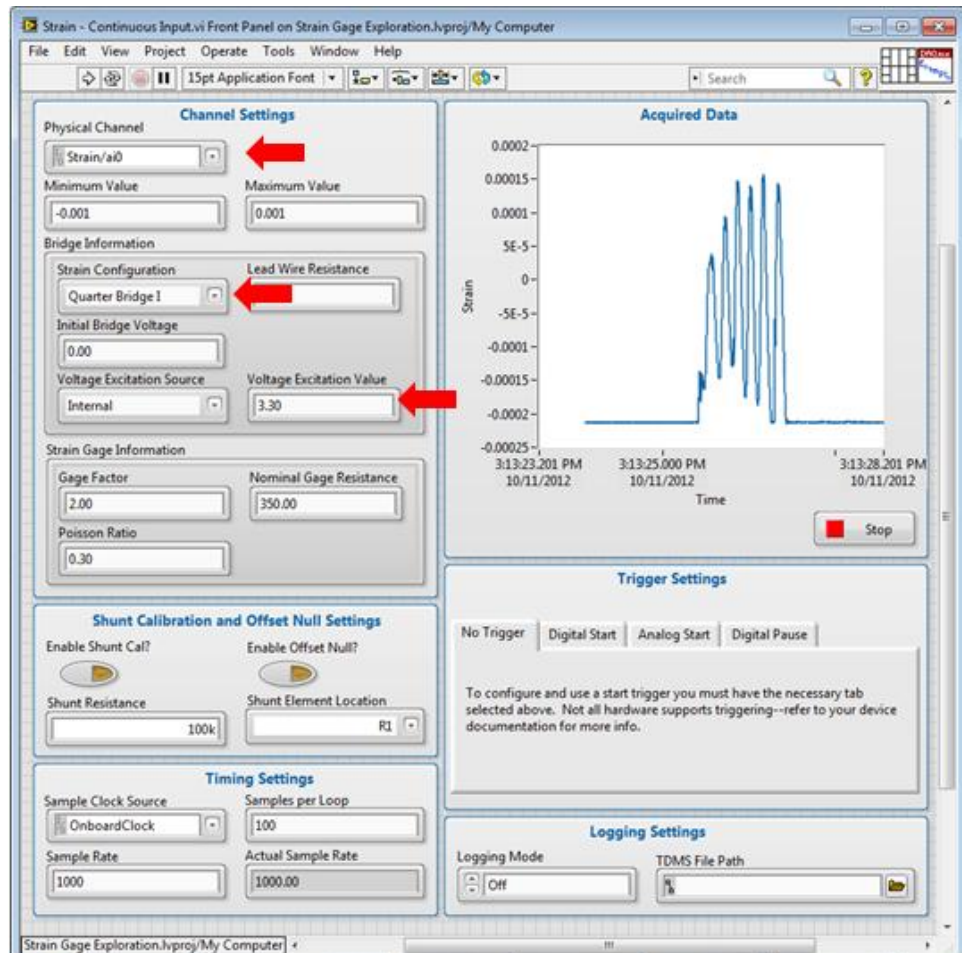

Figura 22. As amostragens do DAQmx são criadas para proporcionar um sólido ponto de partida para seus programas. Use-as como um ponto de partida.
41. Modifique o *Physical Channel* para **Strain/ai0** (ou o canal ao qual seu strain gage está conectado), o *Strain Configuration* para **Quarter Bridge I** e o *Voltage Excitation Value* para **3.3**. Veja a figura 22 como referência.